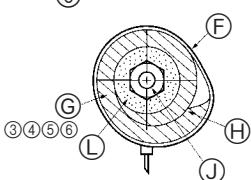
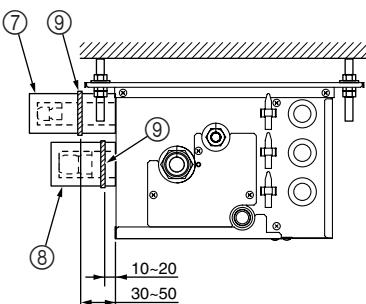

Fig. 7-3
Fig. 7-4
⑤ Соединительная секция (Fig. 7-3)
⑥ Зажим ⑨
⑦ Крышки труб ③ ④ ⑤ ⑥
⑧ Затяните
⑨ Термоизоляция трубопровода хладагента
⑩ Трубопровод хладагента
► Выполните следующие процедуры, относящиеся к деталям ответвительной коробки, которые не подключены к внутреннему прибору. (Fig. 7-4)
(1) Для предотвращения утечек хладагента, убедитесь в том, что конусные гайки затянуты в соответствии со значениями крутящего момента\*, указанными в Таблице 3.